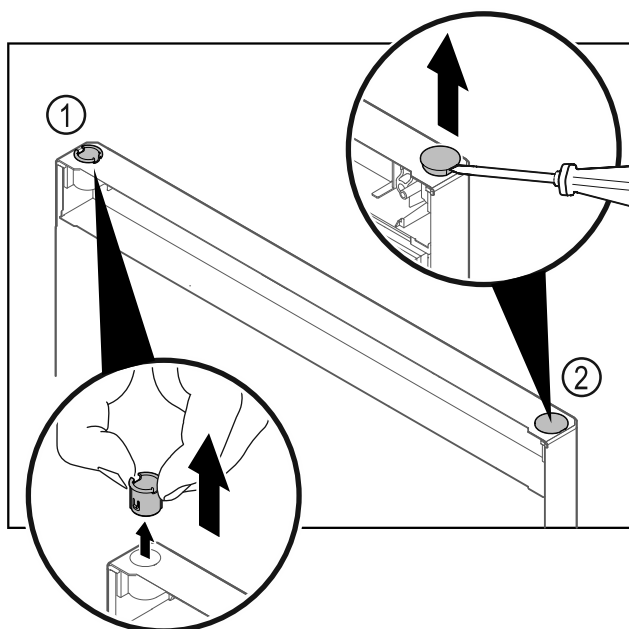

Fig. 27 Πόρτα τμήματος συντήρησης
- Τραβήξτε έξω την υποδοχή μεντεσέ Fig. 27 (1) με τα δάχτυλα.
- Ανασηκώστε προσεκτικά την τάπα Fig. 27 (2) με ένα ίσιο κατσαβίδι και τραβήξτε την έξω.